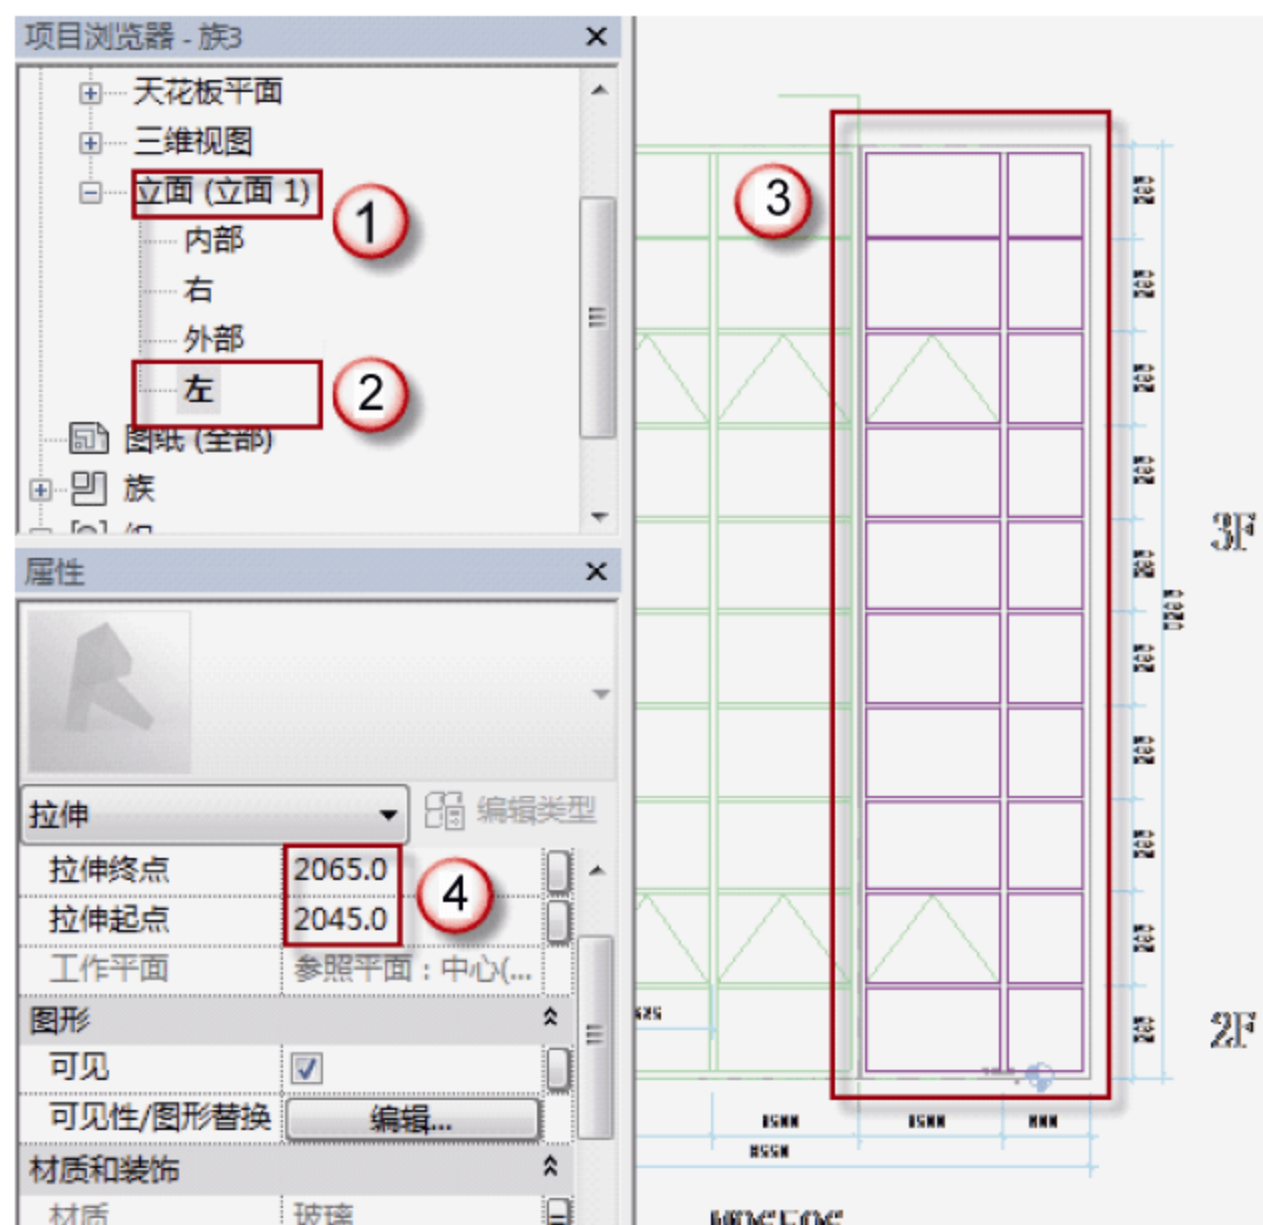

图 7.2.19 MQ6596 转角幕墙窗户玻璃的位置及厚度
(17) 绘制 MQ6596 幕墙窗户玻璃。选择“项目浏览器”中的“立面 (立面 1)”→“左”选项，可以进入 MQ6596 的左立面视图，选择“创建”→“拉伸”命令，进入“修改 | 编辑拉伸”界面，用菜单中的绘制工具绘制 MQ6596 幕墙窗户玻璃，如图 7.2.19 所示。在“属性”面板中，在“拉伸终点”中输入“2065”字样，在“拉伸起点”中输入“2045”字样，完成后，单击√按钮完成绘制。